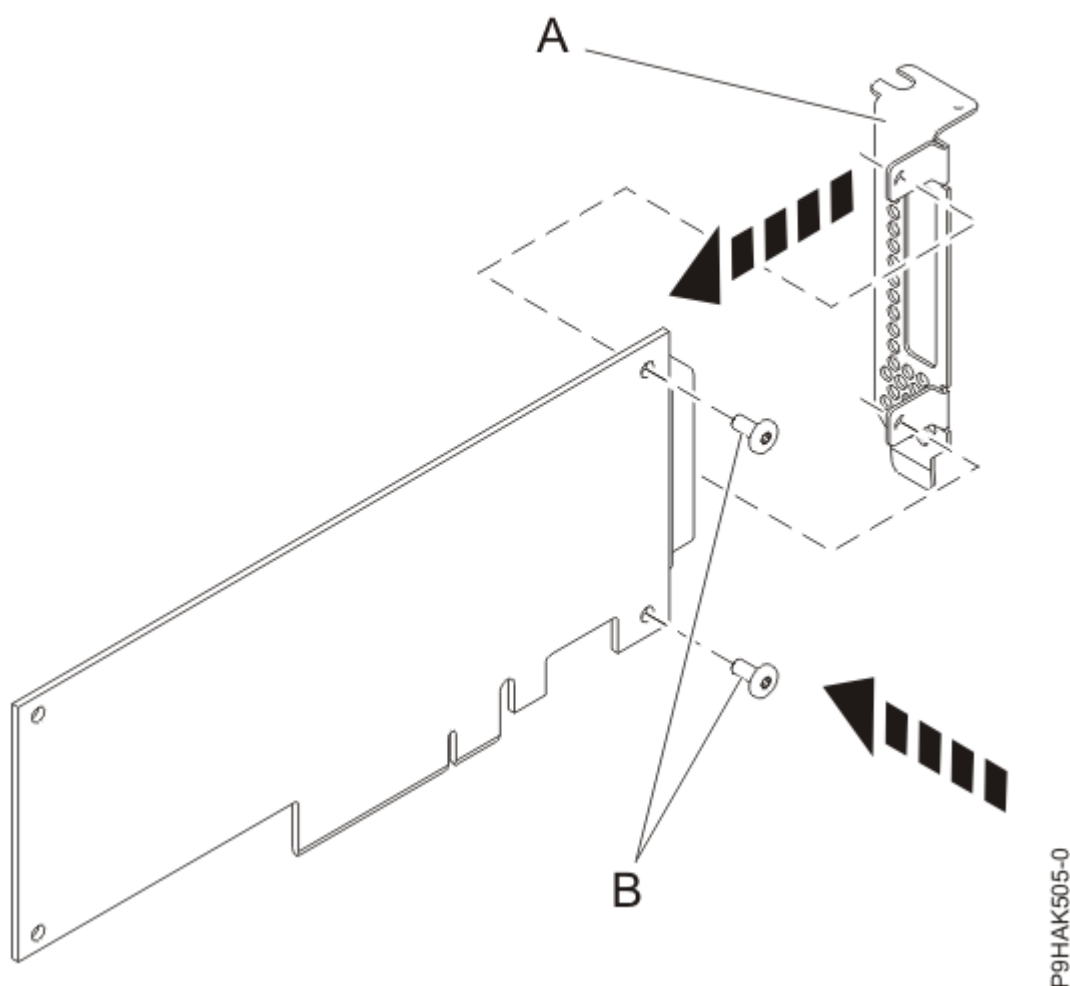

Figure 48. Fixation de l'équerre de montage demi-hauteur à un adaptateur
14. A l'aide d'un tournevis cruciforme et des deux vis de fixation (B), fixez l'équerre de montage (A) de l'adaptateur défectueux au nouvel adaptateur, comme illustré dans la Figure 48, à la page 74.